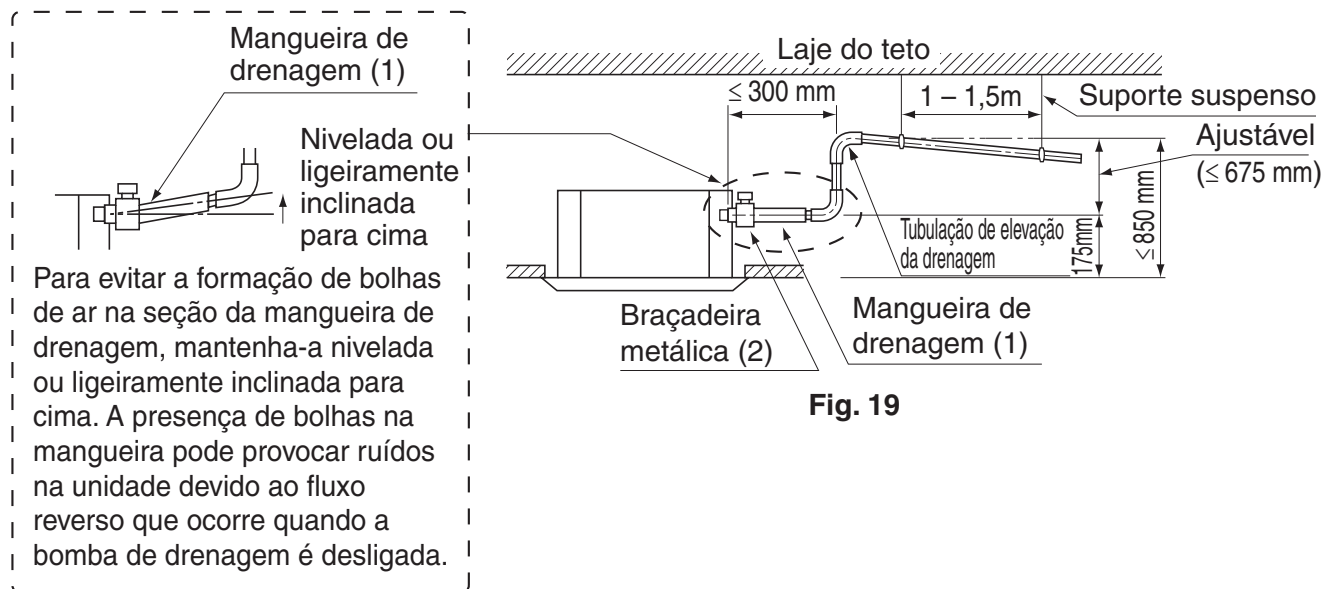

Fig. 19
(1) Tubulação de drenagem do equipamento.
- Se a tubulação de drenagem não puder ser inclinada de forma satisfatória, execute a tubulação de elevação do dreno. (**Consulte a Fig. 19**)